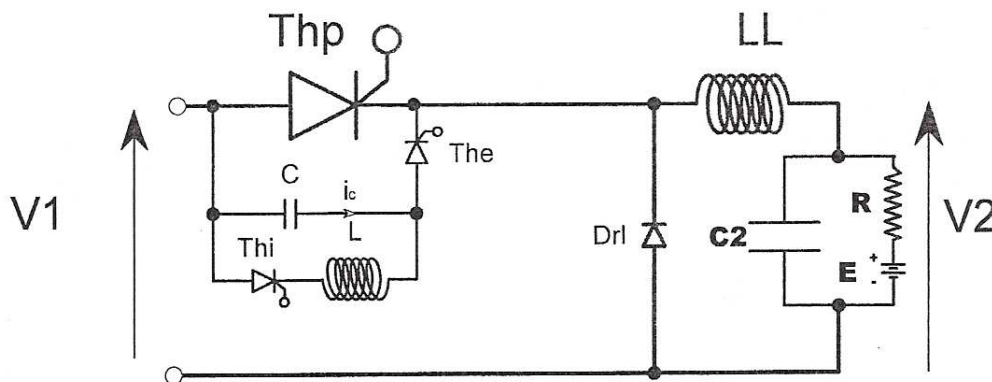
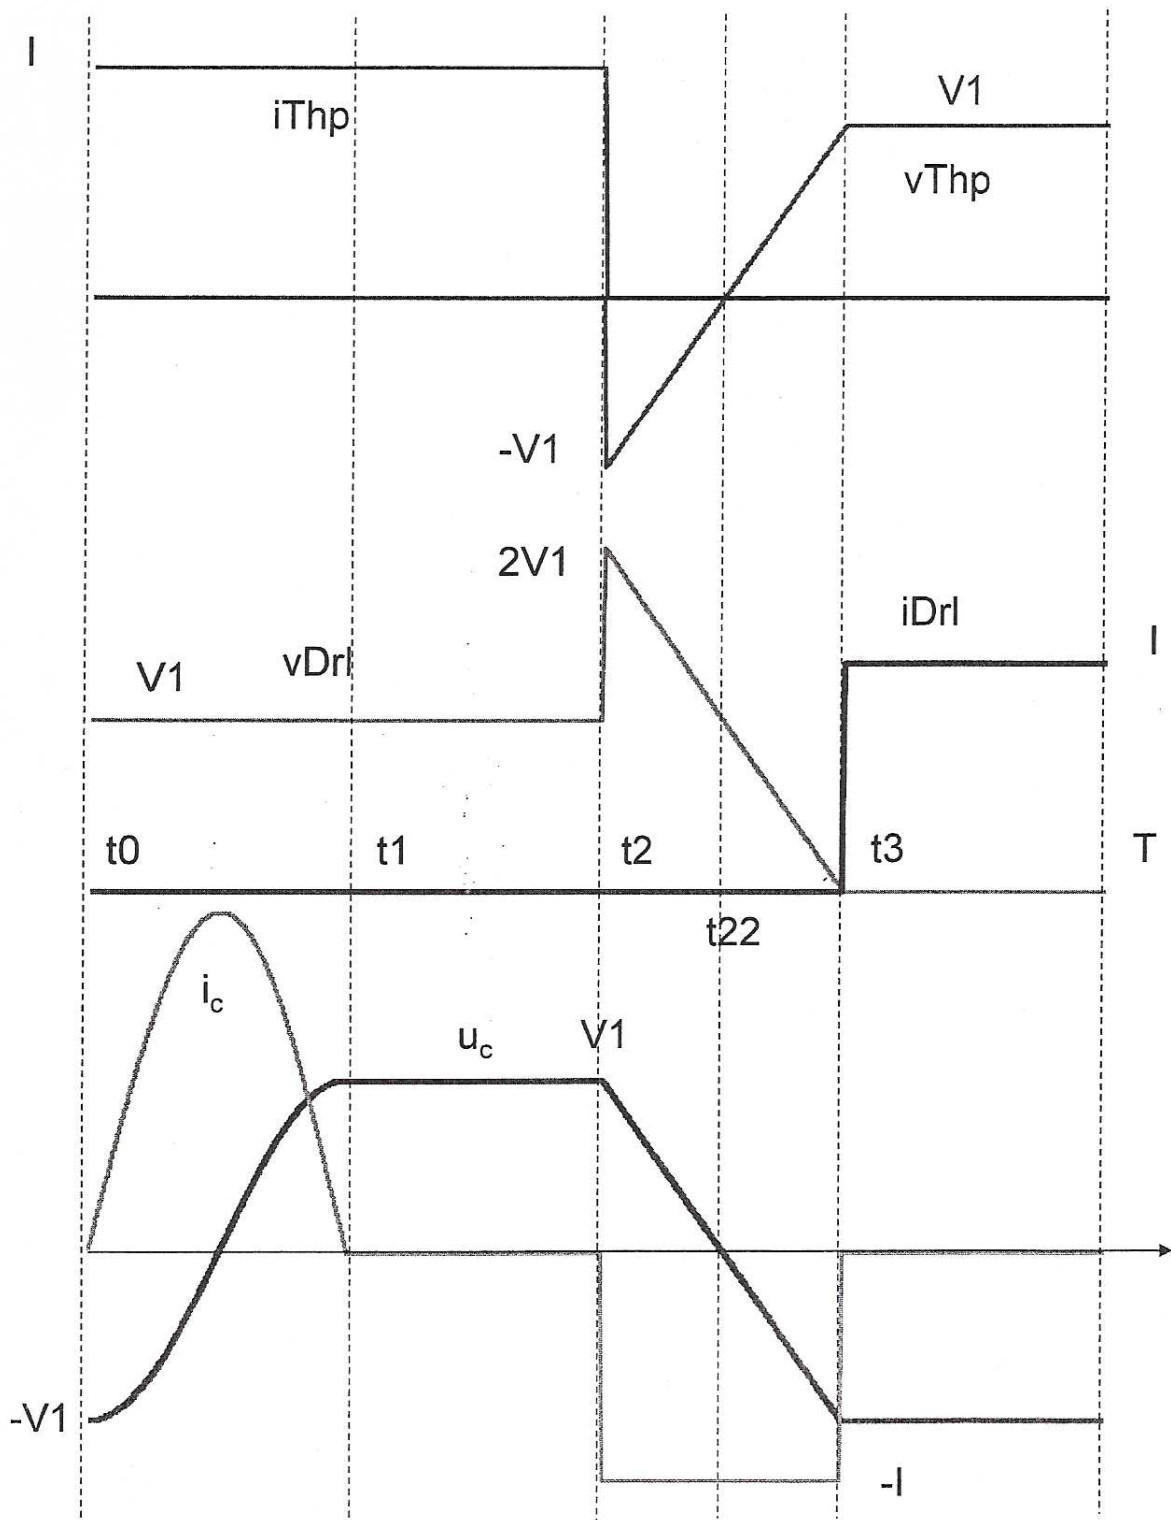

Figure 2 $L = 10 \mu\text{H}$; $C = 1.25 \mu\text{F}$
Figure 3 (à rendre avec vos annotations)
Le commutateur de puissance T est constitué par un thyristor principal Thp associé à un circuit d'extinction passif composé de L et C (figure 2). Le thyristor auxiliaire Thi assure l'inversion de la tension aux bornes du condensateur C et le thyristor auxiliaire The l'extinction du thyristor principal Thp . Les formes d'ondes relevées aux bornes des différents éléments sont représentées à la figure 3. Ce montage est dimensionné pour un courant maximum dans la charge de 80 A ($I = 80$ A).
- ✓ 14. Expliquer clairement, en vous aidant de la figure 3, les différentes phases de fonctionnement de cet ensemble aux instants : t_0 ; t_1 ; t_2 ; t_3 ; T .
21. Représenter les distorsions apportées par la présence de L_1 sur les formes d'ondes de la figure 3.